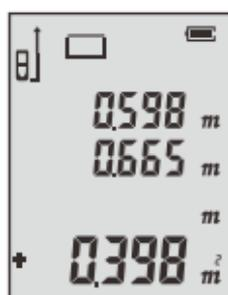

图2
- 轻按 $\square \pm$ 键，测量第二个面积，得到结果，左下角显示加号（如图2）；